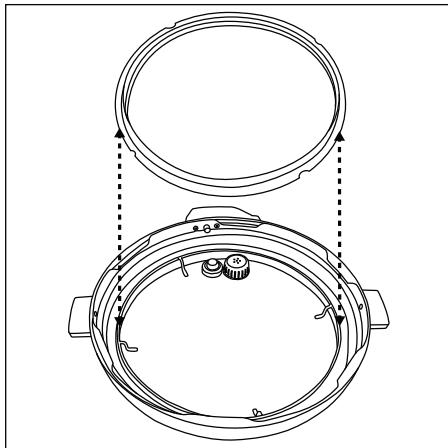

Abb. 4
- 4) Setzen Sie den Dichtungsring **21** in den Deckel **5** (Abb. 4). Kontrollieren Sie, ob der Dichtungsring **21** korrekt in der Haltevorrichtung **23** sitzt. In der Mitte des Dichtungsring **21** befindet sich eine Rille. Schieben Sie den Dichtungsring **21** komplett hinter die entsprechende Haltevorrichtung **23**, so dass die Haltevorrichtung **23** in diese Rille hineingreift.